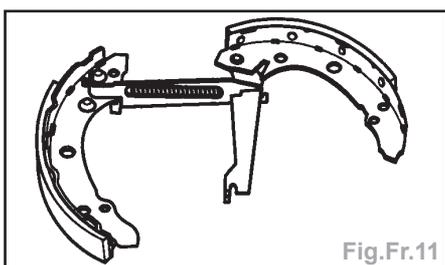

Fig.Fr.11
- Mettre en place le segment de frein avec le levier de frein dans la tige de poussée (Fig.Fr.11).